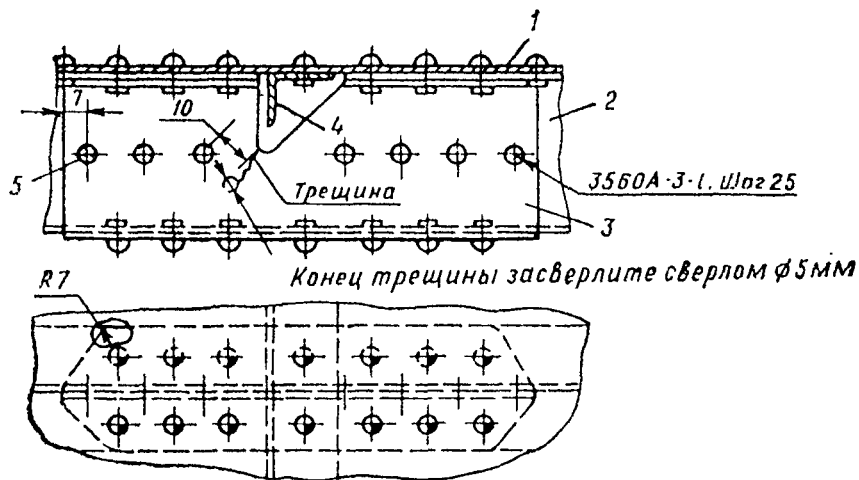

Рис. 4.4. Ремонт шпангоута при наличии трещины у выреза под стрингер:
5. Трещины по штапгоуту у края выреза под стрингер ремонтируйте установкой усиливающей накладки (рис. 4.4). Шаг заклепок 25 мм. Концы трещины засверлите сверлом $\varnothing 5$ мм.